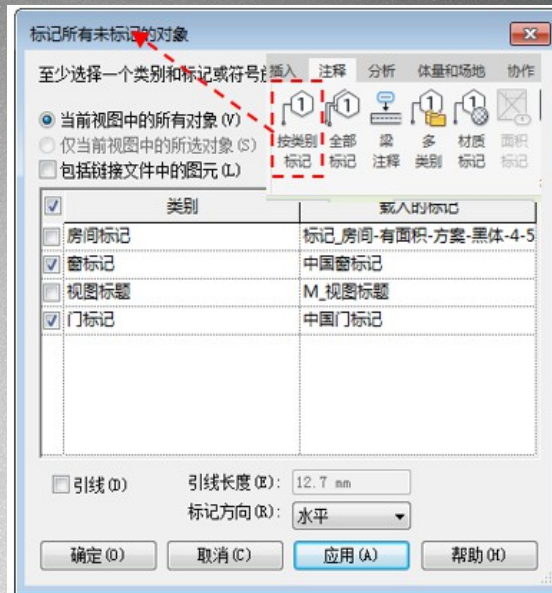
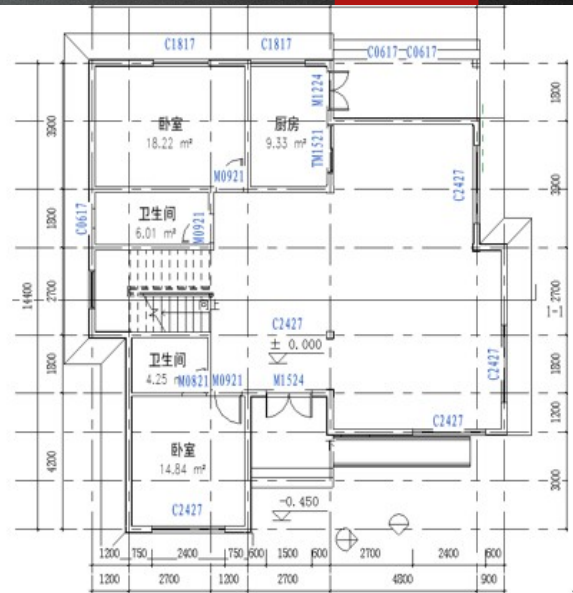

图 15-23
图 15-24 续
► (1) 在项目浏览器中双击“楼层平面”下的“1楼”楼层平面视图。
▶ (2) 单击“注释”选项卡→单击“标记”面板→“全部标记”按钮。弹出“标记所有未标记的对象”对话框，勾选“窗标记”、“门标记”并单击“确定”，如图 15-23 所示。完成“1 楼”平面视图中所有门、窗标记的添加，如图 15-24 所示。